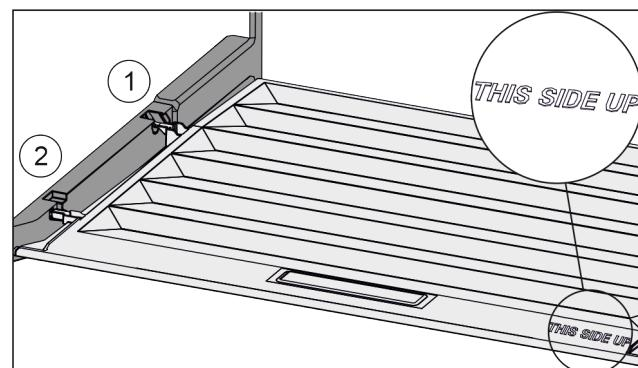

Fig. 90
- Robova predala vstavite nad odprtino zadnjega držala Fig. 90 (1), spredaj pa ju zataknite v držalo Fig. 90 (2).